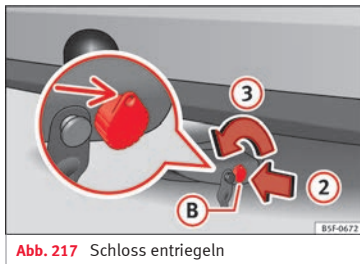

Abb. 217 Schloss entriegeln
- Stecken Sie den Schlüssel **B** in Pfeilrichtung **2** in das Schloss » Abb. 217.